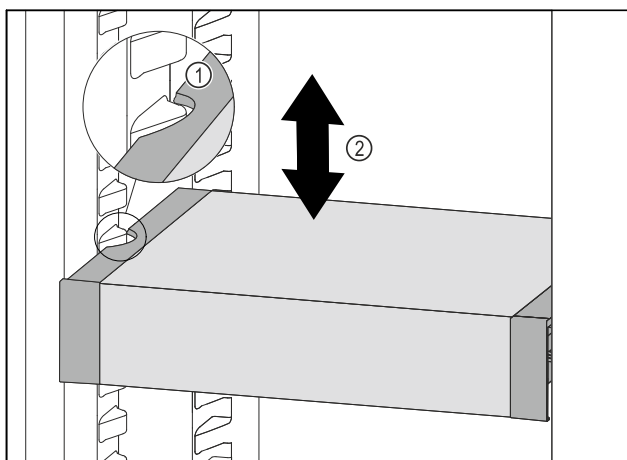

Fig. 129
- Predal VarioSafe povlecite v smeri naprej, dokler nista stranska izreza predala VarioSafe na višini nastavka za posodo v hladilniku. Fig. 129 (1)
- Predal VarioSafe premikajte v hladilniku gor ali dol, dokler ne dosežete želene višine. Fig. 129 (2)